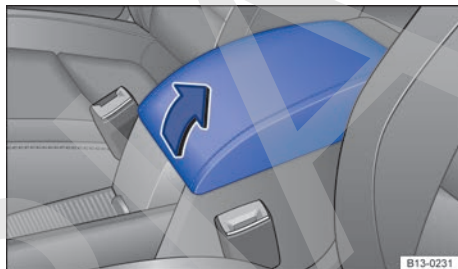

Fig. 138 En el reposabrazos central delantero: portaobjetos.
- Para *abrir* el portaobjetos, levante el reposabrazos completamente en el sentido de la flecha → fig. 138.